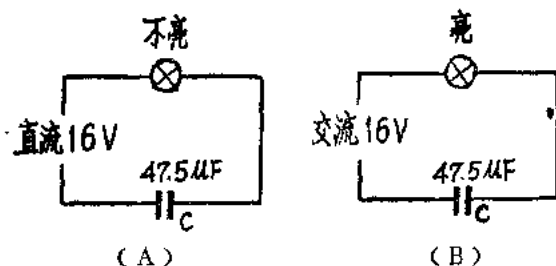

图1—4
(1) 隔直流、通交流 把一个电容和一个灯泡 串联在直流电源上(图1—4A), 灯泡不亮。再把电容和灯泡串联在交流电源上(图1—4B), 灯泡就发亮。这个实验表明, 电容在电路中有隔直流、通交流的作用。